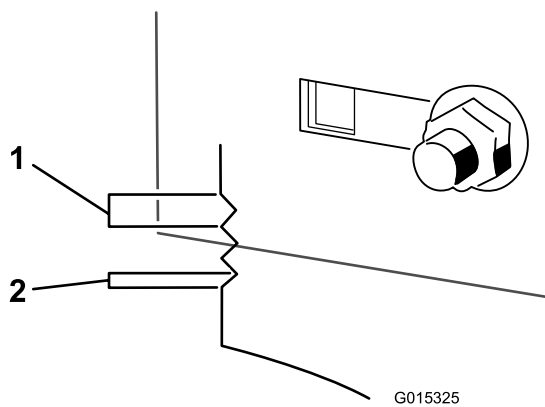

Figure 51
- Utilisez les fentes du support soudé pour mesurer le réglage requis. La surface de chaque fente équivaut à 0,25 pouce, et un côté équivaut à 0,125 pouce (Figure 51). Réglez le tablier de coupe à la hauteur voulue.